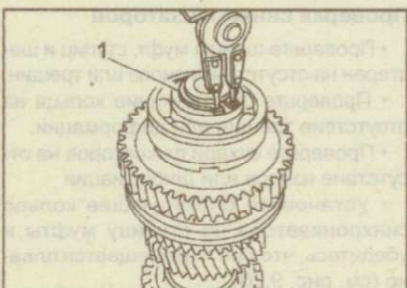

Рис. 9.87. Снятие стопорного кольца (1) с вторичного вала
2. Снимите стопорное кольцо (рис. 9.87).